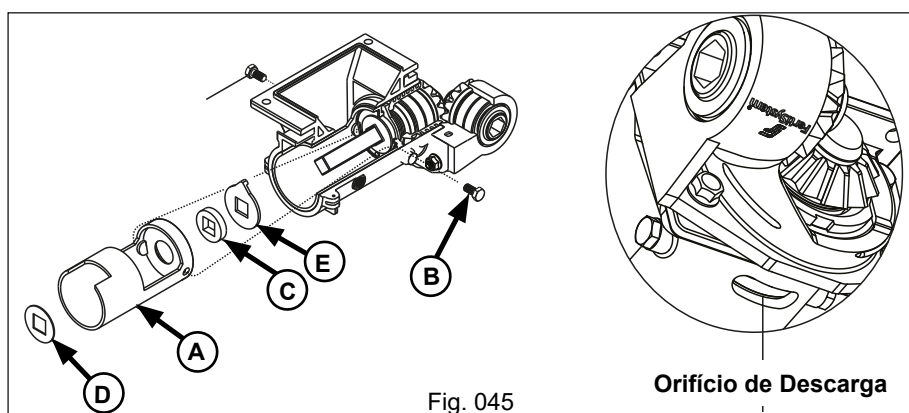

Fig. 045
d) Efetue a análise de desgaste no revestimento "A", substitua-o se apresentar desgaste excessivo, afrouxando e retirando o parafuso "B". Verifique se há desgaste no feltro "C", arruelas "D" e arruela de limpeza "E". O desgaste excessivo é verificado quando ocorrer a saída do adubo em grande quantidade pelo orifício de descarga autolimpante, localizado na face inferior do corpo do distribuidor (Fig. 045).